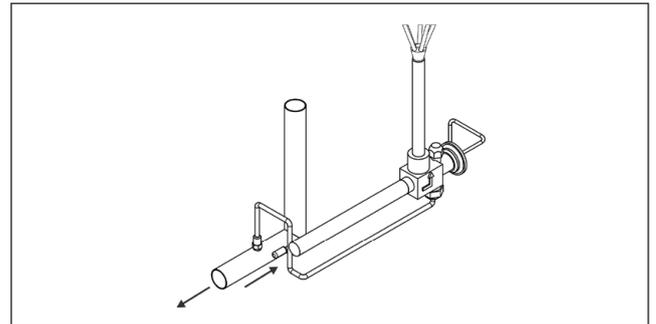

Abb. 11.5
6. Installieren Sie das mechanische Expansionsventil (nachfolgend TEV) in Übereinstimmung mit der Betriebsanleitung (Abb. 11.5).